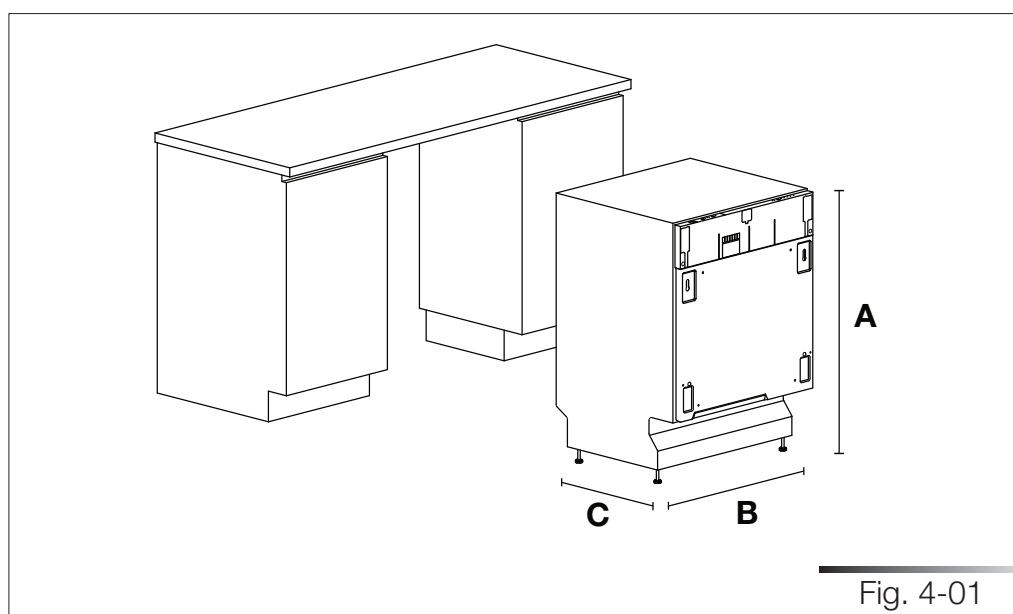

Fig. 4-01
en el cuadro que contiene las figuras se indica, en la parte inferior derecha, su numeración progresiva. Un ejemplo de numeración puede ser “Fig. 4-01”, donde la primera cifra (4) corresponde al capítulo al cual pertenece la figura, mientras que la segunda cifra (01) corresponde al número progresivo de la figura en el capítulo 4 (en el ejemplo la Fig. 4-01 corresponde a la primera figura del capítulo 4). La numeración de las tablas se gestiona del mismo modo, teniendo en cuenta que, en lugar de “Fig.”, se utiliza la abreviatura “Tab.” (p.ej. Tab. 4-01, que corresponde a la primera tabla del capítulo 4). En caso de que la tabla ocupe diferentes páginas, se añadirá una letra después de la cifra progresiva (p.ej. “Tab. 4-01a” y Tab. 4-01b”).
4 **DIMENSIONES DEL LAVAVAJILLAS** *(Véase la fig. 4-01)*